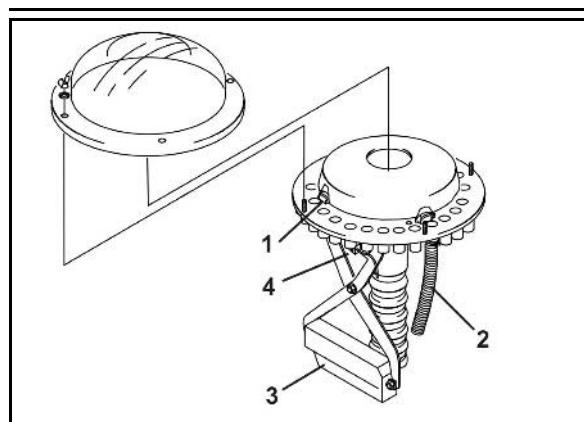

Рис. 60
- устройство переключения технологий закрывает в распределительной головке посредством заслонки (Рис. 60/1) подвод посевного материала к семяпроводам (Рис. 60/2) сошников технологий;
Подача посевного материала к сошникам технологий прерывается, как только электромотор (Рис. 60/3) закрывает соответствующие семяпроводы (Рис. 60/2) в распределительной головке.
Датчик (Рис. 60/4) проверяет, надлежащим ли образом работают заслонки (Рис. 60/1), открывающие и закрывающие семяпроводы (Рис. 60/2).